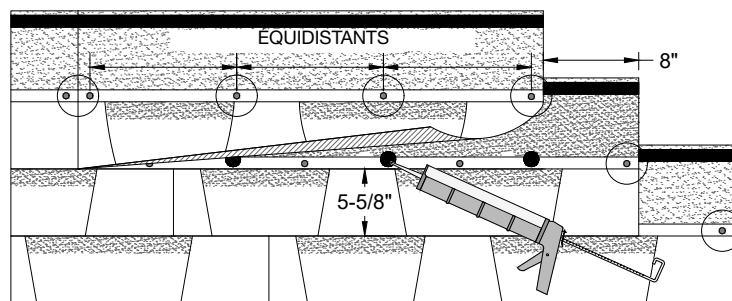

Figure 7 – Collage à la main de bardeaux lamellés
Pour coller à la main un bardeau, appliquer quatre (4) points de mastic pour toiture bituminée, de 1/4 de point, conforme à la norme ASTM D4586, uniformément espacés sous chaque bardeau et appuyer fermement le bardeau contre le mastic. Une trop grande quantité d'adhésif peut provoquer la formation de cloques. La quantité est correcte si le produit ne déborde pas par dessous le bardeau. **(Voir la Figure 7)**